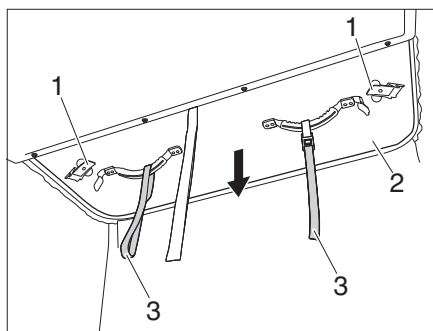
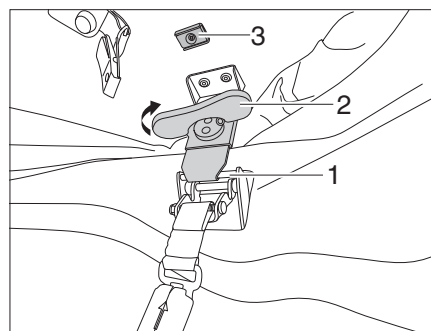

Bild 40 Aufstelldach nach unten ziehen
Bild 41 Verriegelung spannen
- ▷ Darauf achten, dass die Verschlusshebel (Bild 40,1) oben am Magnet fixiert sind.
- Prüfen, ob die Verriegelungen durch die Magneten (Bild 41,3) fixiert sind.
- Aufstelldach (Bild 40,2) an den Ziehvorrichtungen (Bild 40,3) nach unten ziehen.
- Verschlusshebel (Bild 40,1) vom Magnet (Bild 41,3) lösen und in die Rastung (Bild 41,1) einhängen.
- Drehgriff (Bild 41,2) der Verriegelung im Uhrzeigersinn drehen, bis die Verriegelung fixiert ist.
- Drehgriff (Bild 41,2) nach oben klappen.